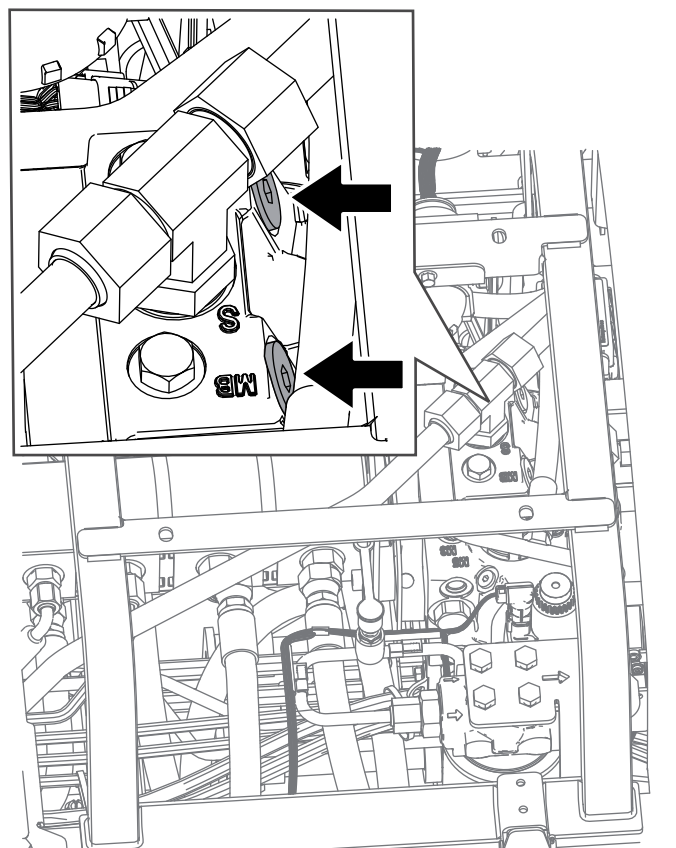

Рисунок 98
2. Найдите перепускные клапаны под сиденьем и в верхней части гидростата (Рисунок 98).